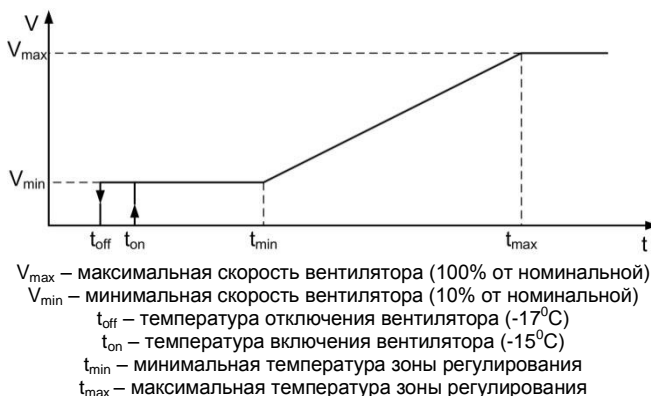

Рис.2. Характеристика управления вентилятором
1. При температуре конденсации хладагента ниже t_{off} регулятор отключает вентилятор внешнего блока сплит-системы (см. рис. 2).